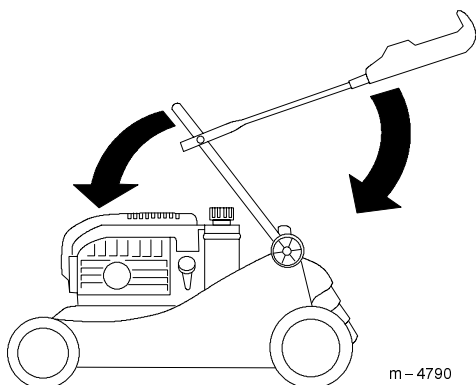

Figure 32
3. Pivoter prudemment le mancheron inférieur vers l'avant jusqu'à ce qu'il repose sur le moteur (Fig. 32).
4. Ramener prudemment le mancheron supérieur vers l'arrière jusqu'à ce qu'il repose à plat (Fig. 32).